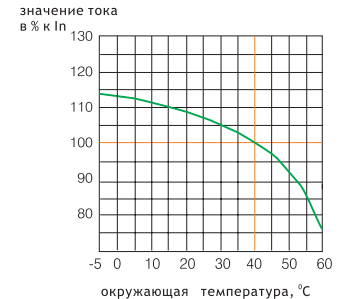

Рис.2
3.11. При применении выключателей с температурой окружающей среды отличной от 40⁰С следует применять температурный коэффициент рис. 2